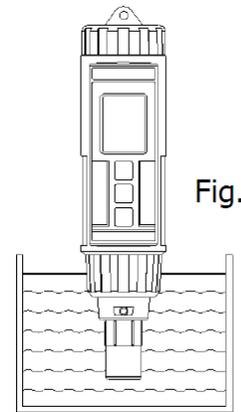

Fig. 2
3. Immerger complètement la tête de sonde (3-5, Fig 1) dans la solution pour que le capteur réagissent à la compensation en température (Fig 2) \* Pour que l'équilibre thermique soit atteint entre la sonde et la solution, attendre quelques minutes.